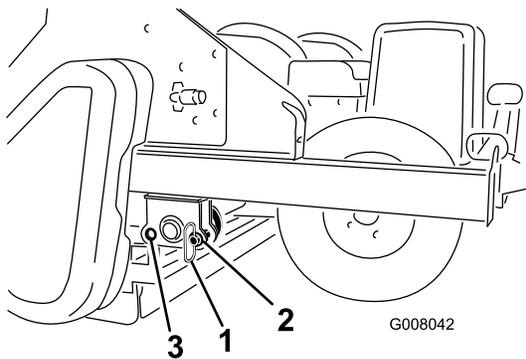

Bild 23
1. Nehmen Sie die Parkstifte aus dem hinteren Loch heraus (Bild 23).
2. Senken Sie den Prozessor langsam ab, bis er auf den Hinterrollen und Reifen aufliegt. Setzen Sie die Parkstifte in das vordere Loch ein (Bild 23).